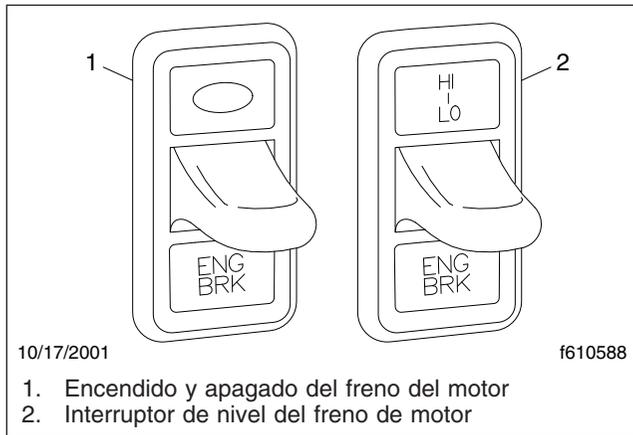

Figura 5.22, Interruptores del freno de motor
- El interruptor de encendido y apagado (ENG BRK) se utiliza para encender y apagar el freno de motor. Vea la Figura 5.22.